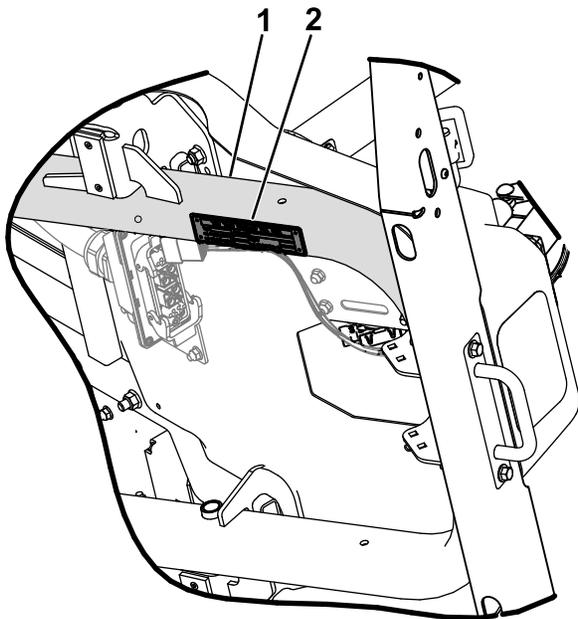

Figura 36
3. Limpe a parte inferior da estrutura e placa do número de série com um pano embebido em álcool (Figura 36).